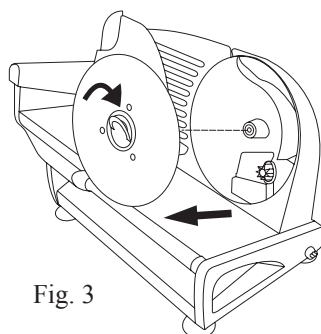

Fig. 3
6. Retire la cuchilla mediante la celebración con una mano, ficha tirón hacia fuera y girar para abrir la hoja de cierre de tornillo, girando en sentido horario. Saque con cuidado la hoja y mantenga fuera utilizando la parte central de la hoja (Fig. 3).